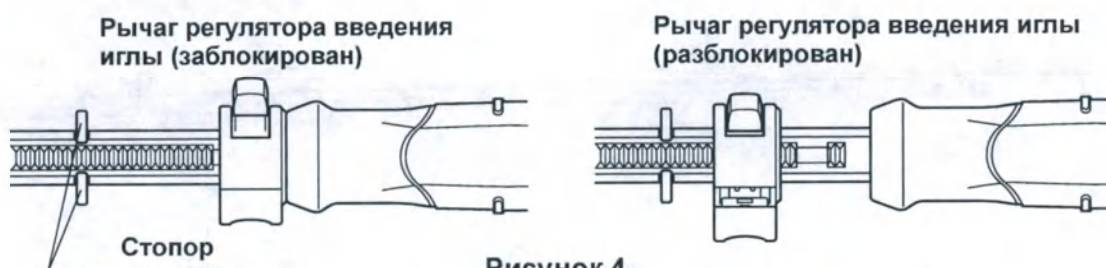

Рисунок 4
- 9** Нажмите на рычаг регулятора введения иглы, чтобы разблокировать регулятор введения иглы, и переместите его как можно дальше к проксимальному концу. (См. рис. 4)
- 10** Снова нажмите на рычаг регулятора введения иглы, чтобы заблокировать регулятор введения иглы. (См. рис. 4)